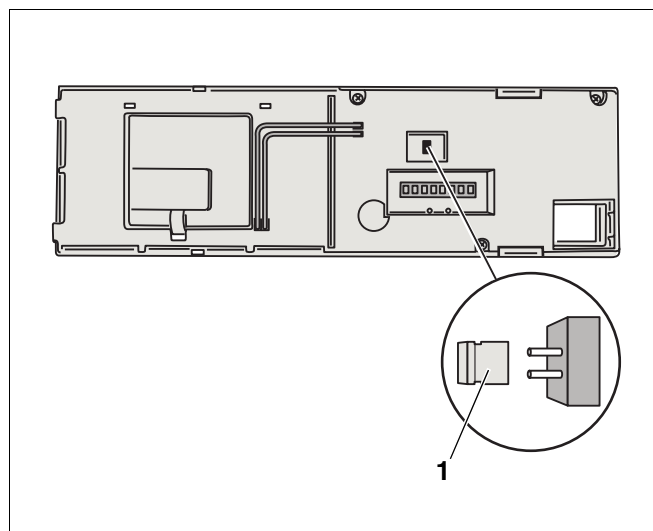

Abb. 4 Rückseite des Basiscontrollers BC10
- Jumper (Abb. 4, **Pos. 1**) ggf. abziehen, wenn die Kesselleistung begrenzt werden soll..